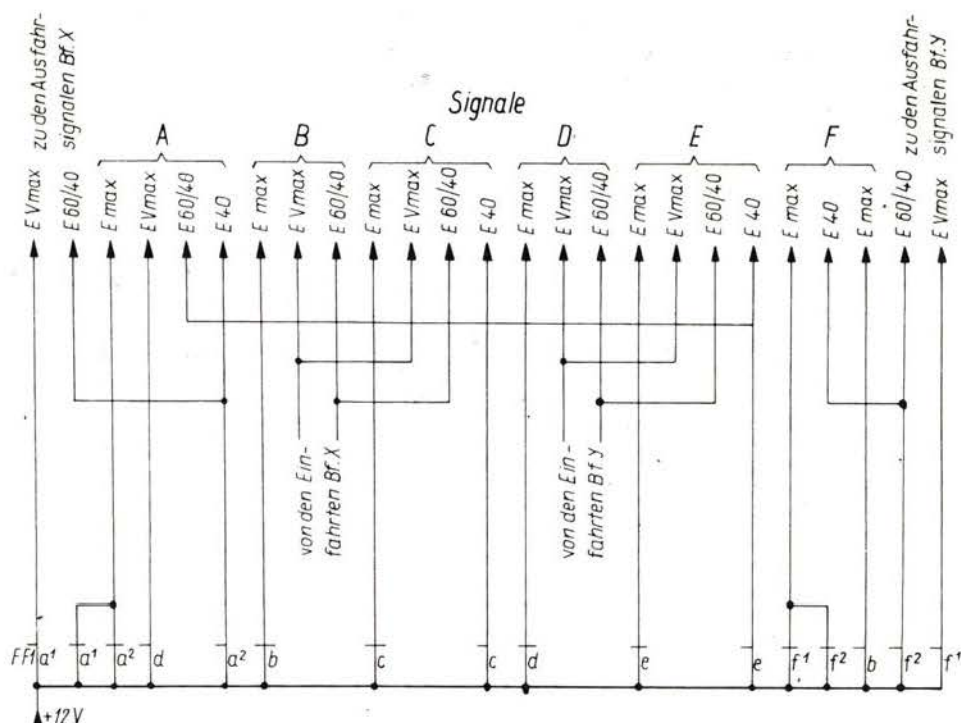

Bild 24 Ansteuerung der Signale
2.4.2.12. Ansteuerung der Signale (Bild 24)